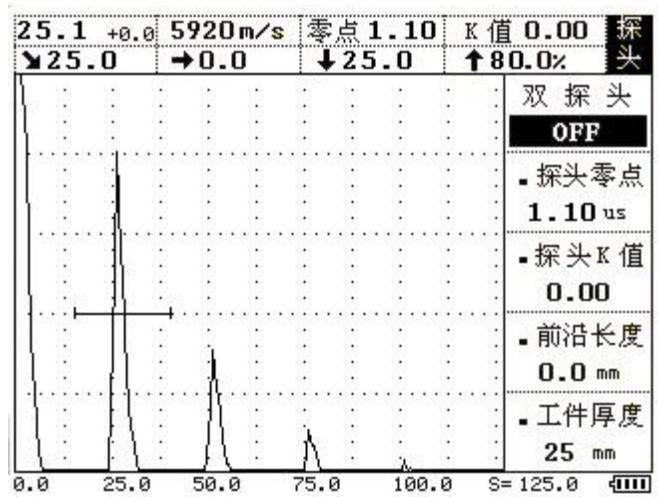

图 4-3
4、设置 a 阀门锁定第一个回波。按 **自动增益** 键让其最高回波达到屏幕的 80%。在屏幕的上面显示声程值，如垂直声程不等于 25mm，按 **探头** 菜单，再按 **▲** (上) 或 **▼** (下) 键调整到探头零点子菜单。再用 **▶** (右) 键调整，直到使垂直声程等于 25mm。此时的探头零点即为校准后的零点。如图 4-3 所示。